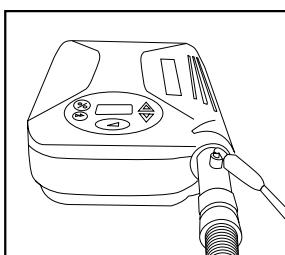

Figura 10
3. El oxígeno se inyecta en el suministro de aire conectando un extremo del tubo de oxígeno al adaptador correspondiente y el otro extremo a la fuente de oxígeno Figura 10.